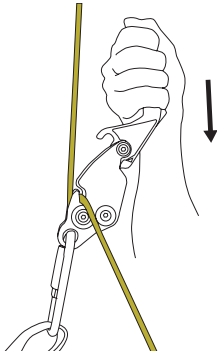

Fig. 3A
6. Iniziare la discesa con lo **SMARTLINE X** fig 3A.